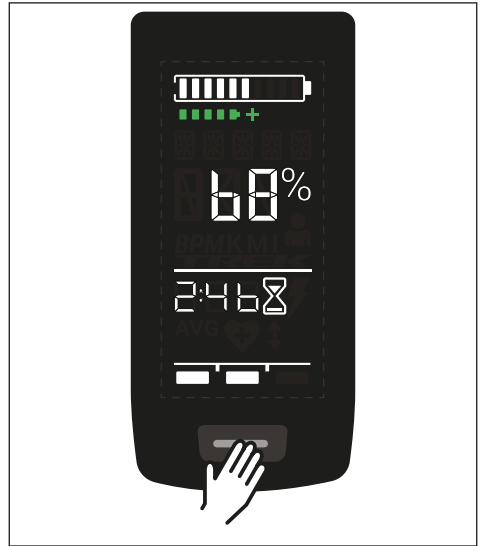

Abb. 3: Bedientaste am Display
- ▶ Schalten Sie die Drive Unit mit einem **kurzen** Druck auf die Bedientaste am Display (siehe Abb. 3) ein.
- ▶ Schalten Sie die Drive Unit mit einem **langen** Druck (>3 s) auf die Bedientaste am Display (siehe Abb. 3) aus.